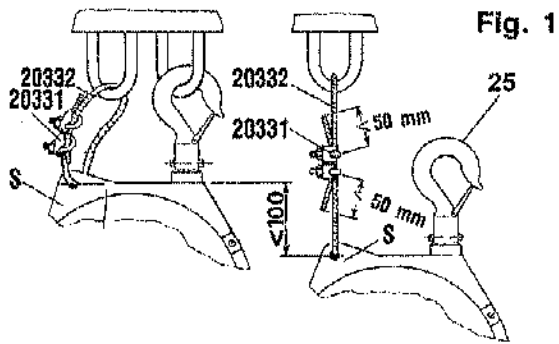

Fig. 1
Fije siempre la suspensión de seguridad (S) a un soporte adecuadamente dimensionado utilizando exclusivamente los accesorios suministrados (Fig.1). El soporte de seguridad NO DEBE SER el mismo usado para la suspensión principal (25) (Fig.1). La máxima caída en caso de rotura de la suspensión principal no debe superar los 100 mm. Apriete las tuercas de las abrazaderas 20331 (Fig.1) con un par de torsión de 4 Nm.
El equilibrador debe ser sometido periódicamente a inspección visual (por ejemplo, una vez por cada turno de trabajo), en particular para verificar el estado de las suspensiones (25) y (S) (Fig.1), los tornillos de fijación y los sistemas autoblocantes (si se usan), así como las condiciones de los ganchos y del cable.